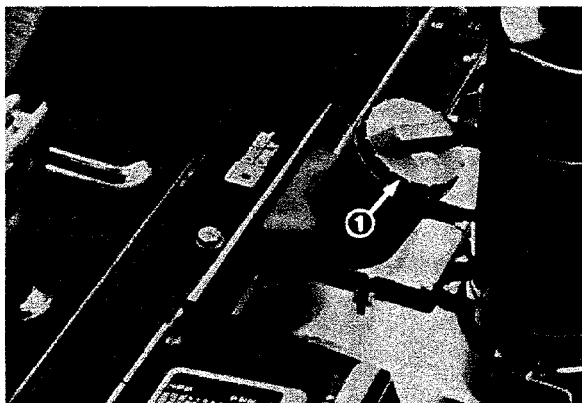

Figure 6
2. Enlever le bouchon (Fig. 6) et faire le plein de diesel du réservoir de 34 l en s'arrêtant à 25 mm du haut du réservoir. Bien serrer le bouchon après avoir fait le plein.